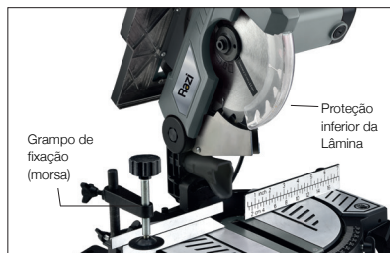

Figura 2
- c. Instale o grampo de fixação da peça (morsa). Este conjunto pode ser instalado tanto do lado esquerdo, como no lado direito da base. Para fixá-lo, insira-o no furo da mesa e aperte o parafuso. **(figura 2)**
- d. Remova a proteção inferior da lâmina. Após o uso da máquina, limpe-a e reinstale a proteção inferior. **(figura 2)**